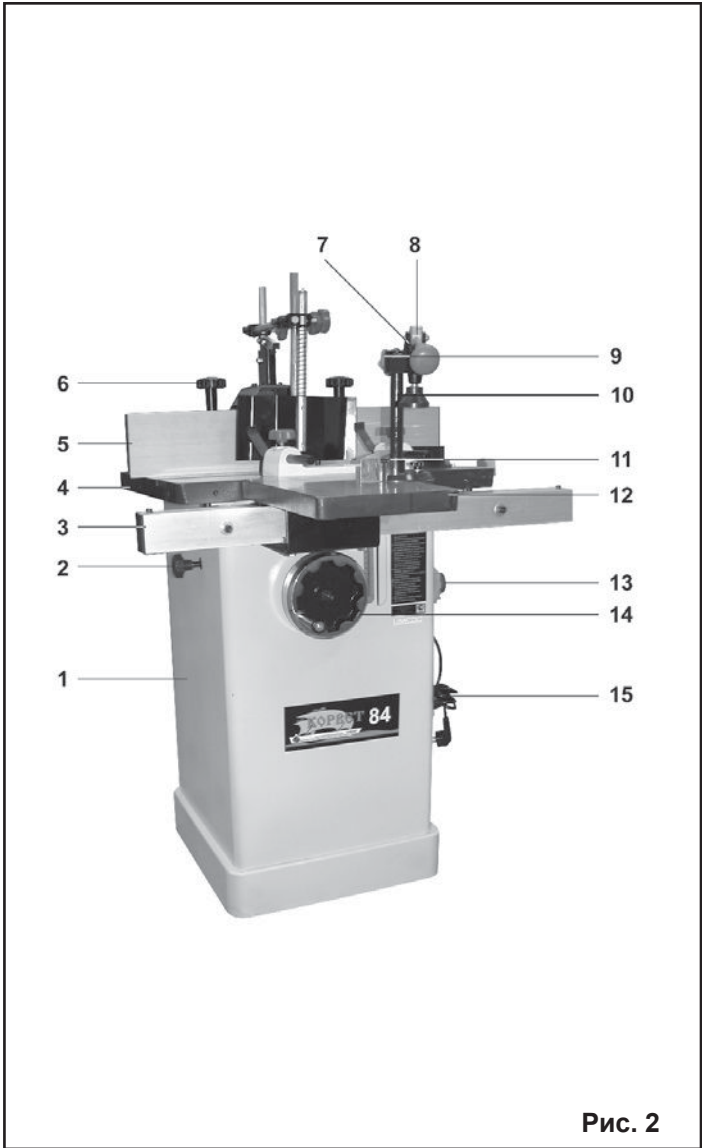

Рис. 2
- 7.1. Станок состоит из следующих сборочных единиц и деталей (Рис. 2, 3, 4)
8.1.2. В нижней части основания (1) станка, Рис.2, закрепите резиновые опоры (Е), Рис.1. Для повышенной устойчивости фрезерный станок рекомендуем прикрепить к полу. Используйте для этой цели анкерное соединение (не комплектуется).